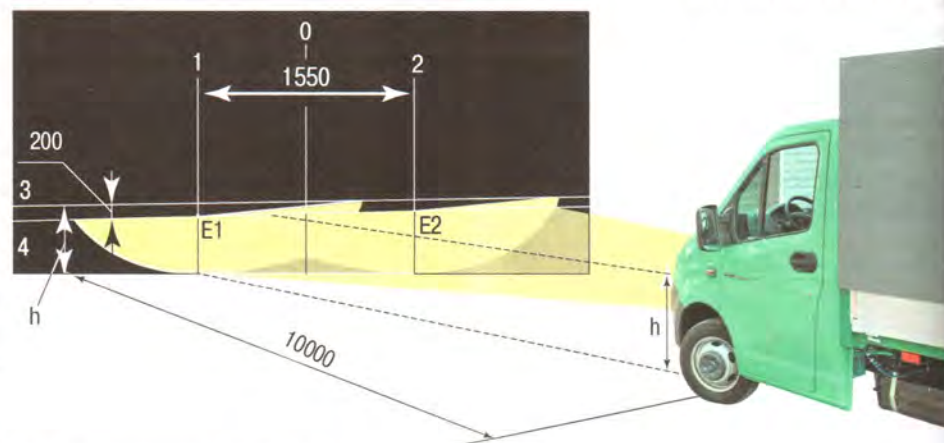

Рис. 10.7. Регулировка света фар
3. Разметьте на стене экран, как показано на рис. 10.7. Линия 0 на экране должна проходить по продольной плоскости симметрии автомобиля. Линии 1 и 2 должны проходить по центрам ламп головного света.
12. Фары считаются отрегулированными, когда верхние границы левых частей световых пятен совпадают с линией 4 (см. рис. 10.7), а вертикальные линии 1 и 2 проходят через точки **E1** и **E2** пересечения горизонтальных и наклонных участков световых пятен.